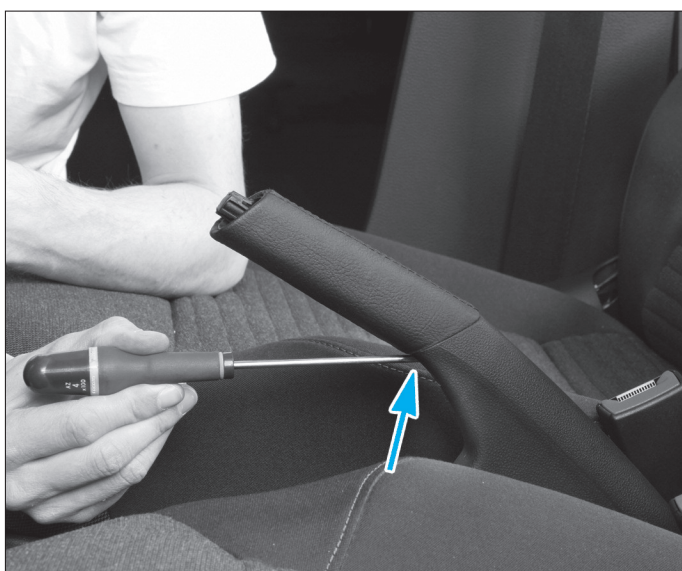

FIG. 4
- Dégrafer le fourreau de frein à main (Fig.4), puis l'extraire vers l'avant du véhicule.